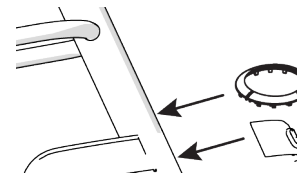

Рисунок 15
1. Разместите табличку со значком на передней крышке и установите ее на место нажатием (см. рисунок 15).